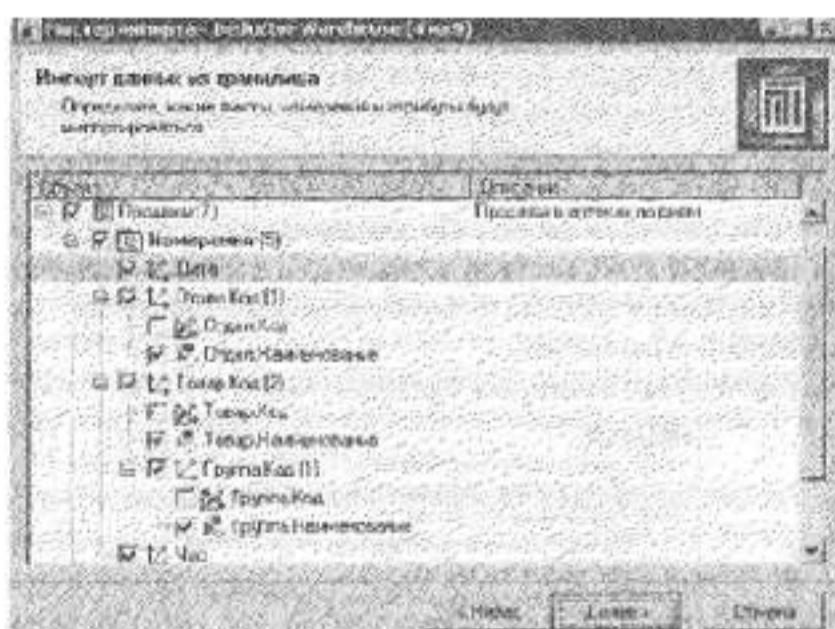

Рис.1.24. Вибір ілюстрованих вимірів та атрибутів
1. За допомогою Майстра імпорту виберіть тип джерела даних - Deductor Warehouse , на наступному кроці - сховище *Фармація*, а потім - процес *Продажі*. Далі задайте, які вимірювання і атрибути необхідно імпортувати (рис. 1.24). Зауважимо, що завдяки ієархії всередині виміру *Товар.Код* з'явилася можливість доступу до виміру *Группа.Код*.